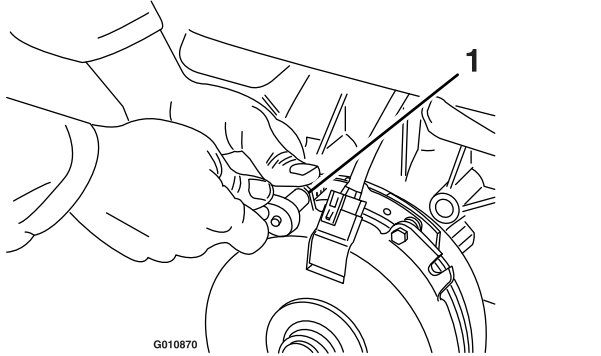

Figure 58
- A. Desserrez les boulons de fixation du frein de $\frac{1}{2}$ tour à 1 tour, comme montré à la Figure 58.